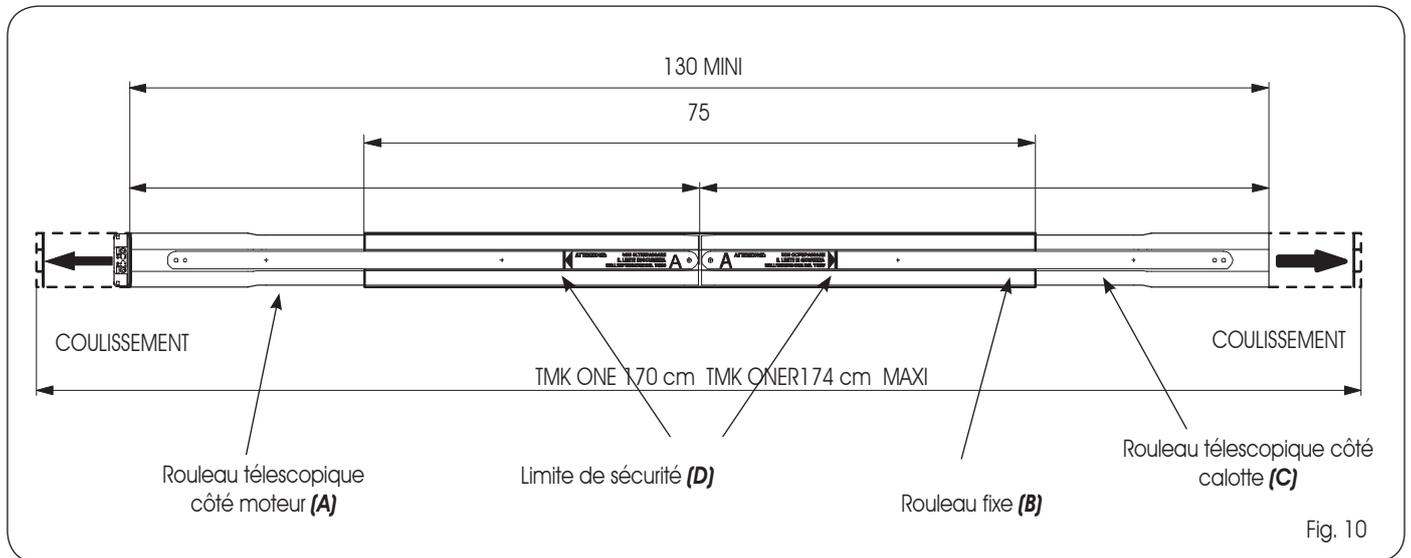

Fig. 10
Pour obtenir la valeur minimum, enfiler complètement les 2 manchons (Fig. 10 réf. A-C) à l'intérieur du rouleau fixe (Fig. 10 réf.B). (Longueur rouleau 130cm)
Pour obtenir la valeur maximum, extraire les 2 Rouleaux télescopiques (Fig. 10 réf. A-C) du rouleau, jusqu'à la limite de sécurité signalée sur le câble plat (Fig. 10 réf.D). (Longueur rouleau 175cm)
⚠ LORSQUE VOUS FAITES COULISSER LES ROULEAUX TÉLESKOPIQUES CÔTÉ MOTEUR VERS L'EXTRÉMITÉ EXTÉRIEURE DU ROULEAU FIXE, NE JAMAIS DÉPASSER LES LIMITES DE SÉCURITÉ (Fig.10 réf.D)
4.2 ASSEMBLAGES DÉCRITS AUX CHAPITRES 3.3 (Fig. 10)